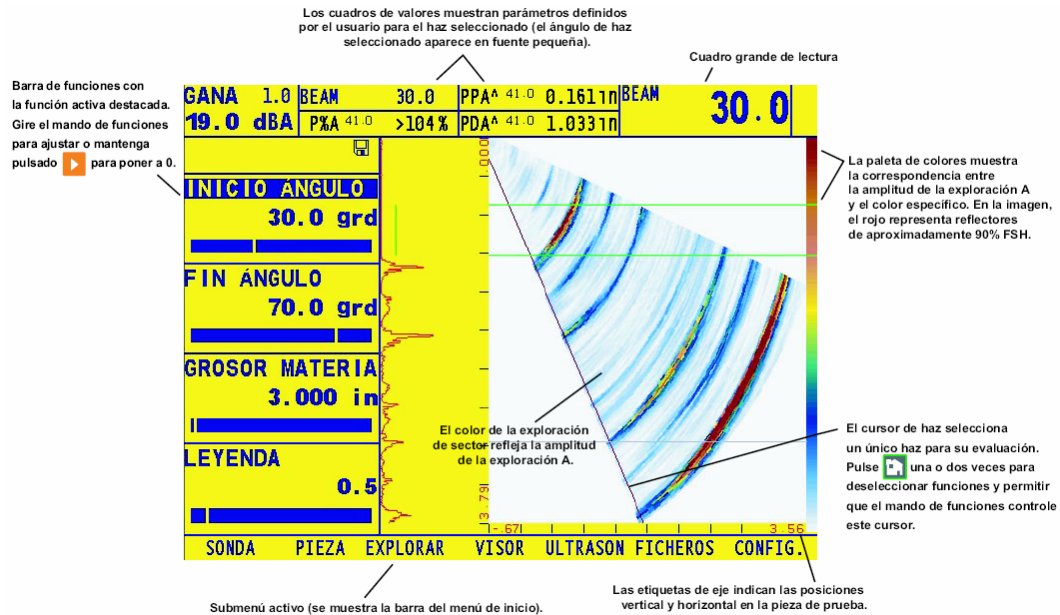

Figura 3-1 También el Barrido Sectorial (mostrado aquí) o Barrido Lineal pueden ser mostrados de forma individual.
- Solo barrido Sectorial o Lineal (Figura 3-1)